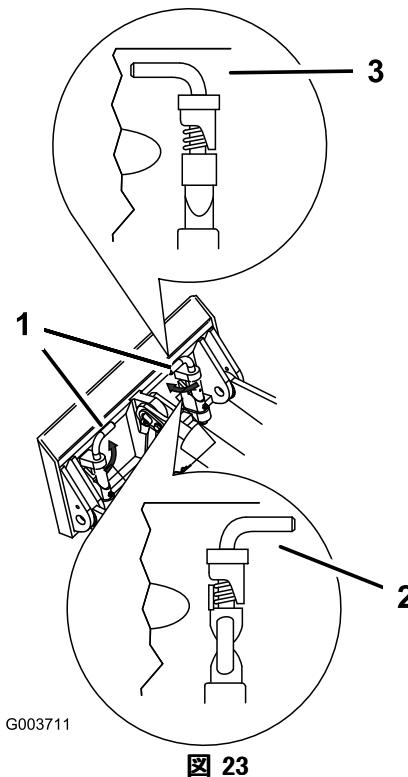

図 23
7. クイック取り付けピンを取り付けプレートにはめ込み、確実にはまっていることを確認する（図 23）。